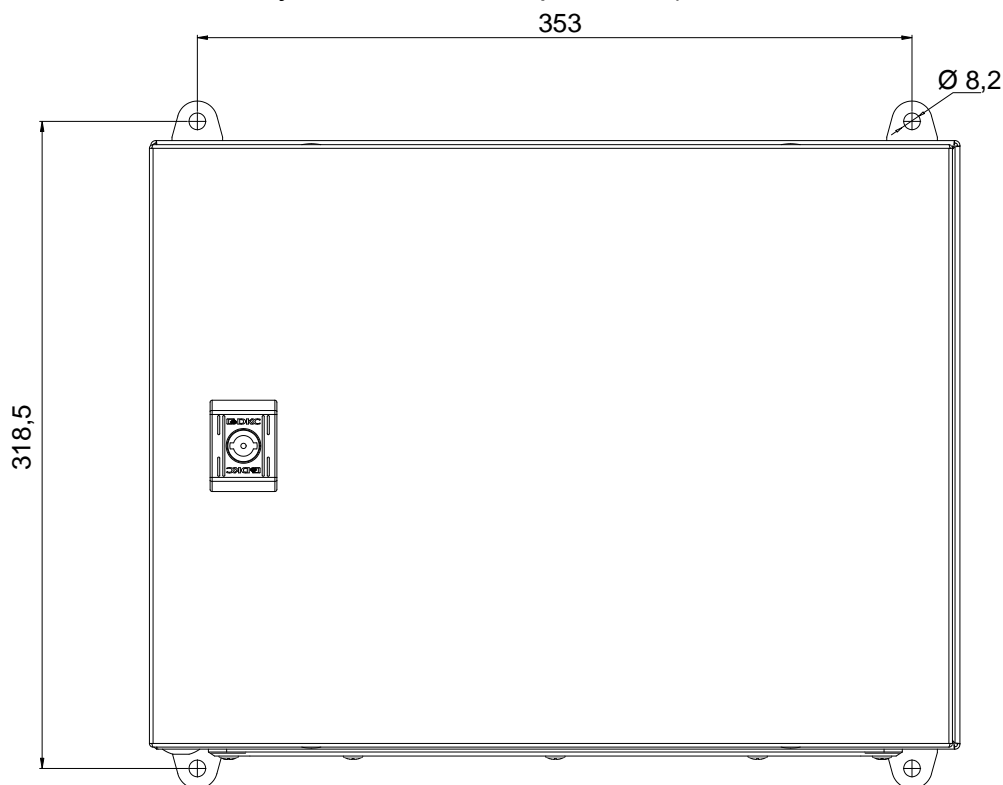

Рисунок 5.1 – Блок питания «БП-220/24А/12А».
5.4 Монтаж блока питания «БП» осуществить на вертикальную поверхность при помощи четырех болтов М8 или распорных дюбелей. Монтажные размеры блока питания «БП» приведены на рис. 5.1.